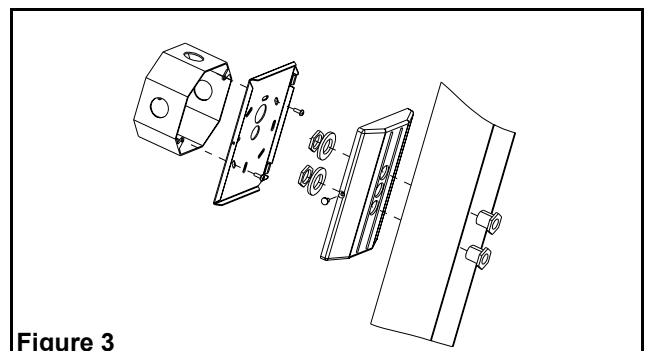

Figure 3
7. Fixer le(s) pavillon(s) au boîtier du luminaire à l'aide du matériel fourni. Pour chaque pavillon, introduire le raccord fileté par l'intérieur du boîtier du luminaire, passer dans la débouchure du pavillon et la rondelle de nylon, puis visser l'écrou sur le raccord; l'écrou doit être à l'intérieur du pavillon (voir fig. 3).